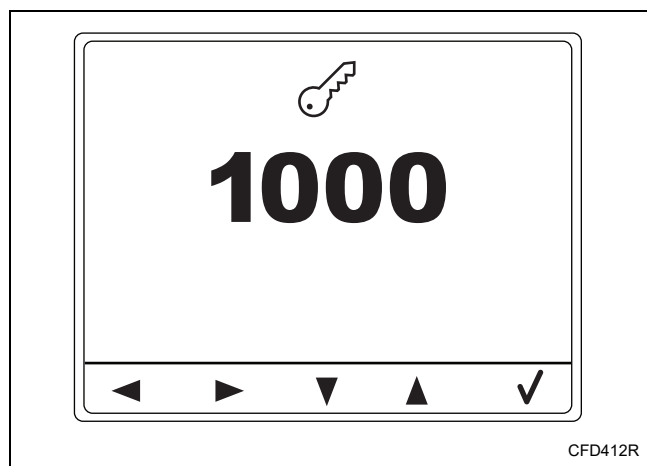

Figure 68
1. Sélectionner en appuyant sur les touches sous les icônes Left/Right [gauche/droite], modifier en appuyant sur les touches sous les icônes Haut/bas et confirmer en appuyant sur la touche sous l'icône Le crochet. Se reporter à la Figure 68.